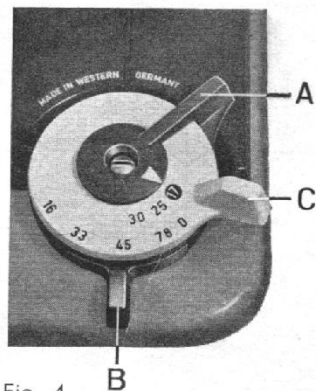

Fig. 4
b) Déplacer le bouton de changement de vitesses B (voir figure 4) de manière à l'amener au regard de l'inscription gravée (16, 33, 45 ou 78) correspondant à la vitesse du disque à écouter. Celle-ci est indiquée sur son étiquette ou sur sa pochette.
f) Placer l'index du sélecteur de format A (voir figure 4) en face du chiffre correspondant au diamètre (17 cm, 25 cm ou 30 cm) du disque à écouter.
h) Tirer le levier de mise en marche (voir figure 4) vers soi jusqu'au point de résistance et le relâcher. A ce moment, le bras de pick-up se soulève, le plateau se met en mouvement, et la tête de lecture vient se poser automatiquement sur le sillon de départ du disque.
c) Placer le sélecteur de format A (voir figure 4) en position « automatique » (17).